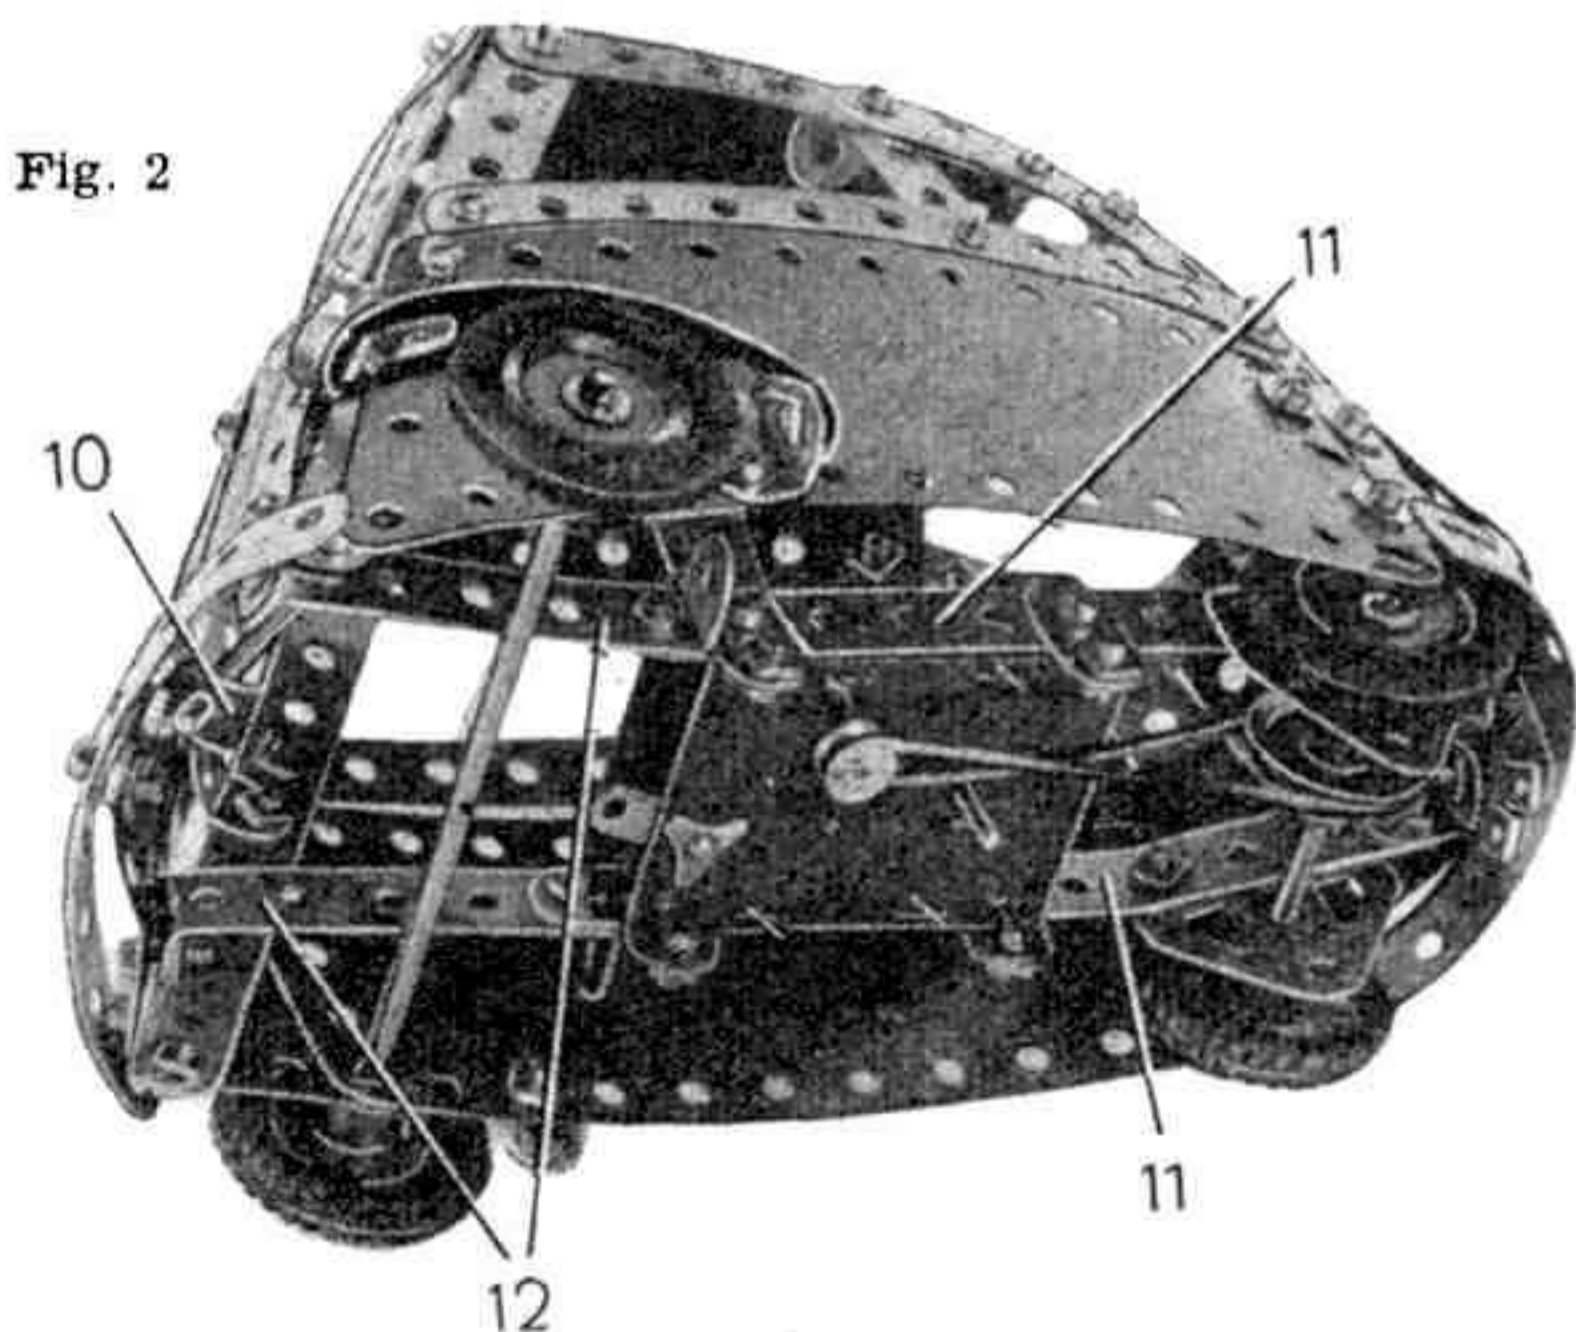

Fig. 2
Un Moteur « Magic » (fig. 2) est fixé par quatre supports plats sur deux bandes de 11 trous (11). Les bandes (11) sont fixées à l'arrière de la voiture par deux équerres, après avoir été légèrement coudées. L'autre extrémité des bandes (11) est réunie à l'avant de l'Isetta par deux bandes coudées de  $60 \times 12$  mm (12). L'essieu arrière est une tringle de 6 cm qui tourne dans deux embases triangulées plate boulonnée sur les ban-